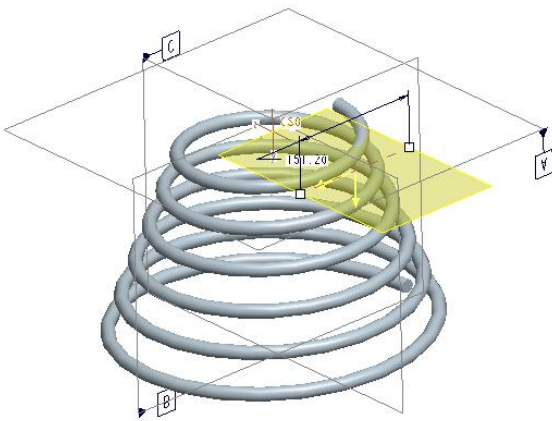
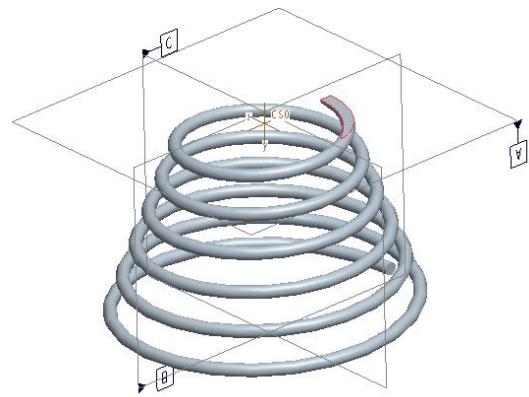

図 9-50 ハンドルの深さ
図 9-52 グランドエンドのプレビュー
- 次に図 9-50～図 9-52 に示すように、材料除去の方向を上向きにするため、ハンドルをクリックして方向を上向きに変更する。深さ寸法を「300」と入力してハンドルを押し出す。